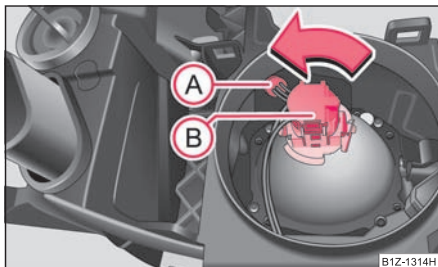

Fig. 244 Desmontaje de las lámparas para la luz de posición y de cruce
- Retirar el portalámparas (A) ⇒ fig. 244.
- Girar el conector junto con la bombilla (B) hacia la izquierda, hasta la tope, y retirarlo ⇒ fig. 244.